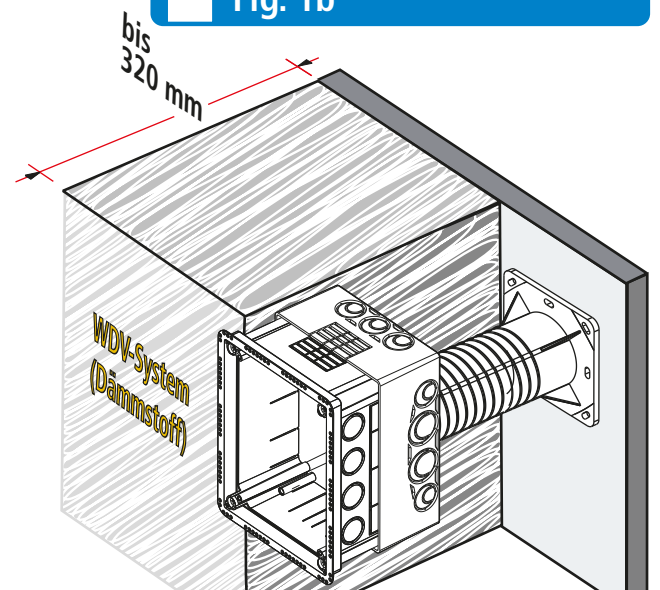

Fig. 1c
- ➔ Montage des Trennstellenkastens mit zusätzlichem Abstandshalter (siehe Fig. 1c).